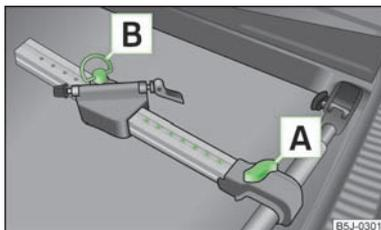

Fig. 52
- Desserrez légèrement la vis [A] » fig. 52 et glissez le longeron (pièce en aluminium) vers la traverse jusqu'à ce que la fixation s'enclenche.
- Desserrez la vis [A] » fig. 52 et poussez le porte-bicyclettes en même temps que la bicyclette fixée vers la gauche, de sorte que le guidon ne tape pas dans la vitre latérale du coffre à bagages.